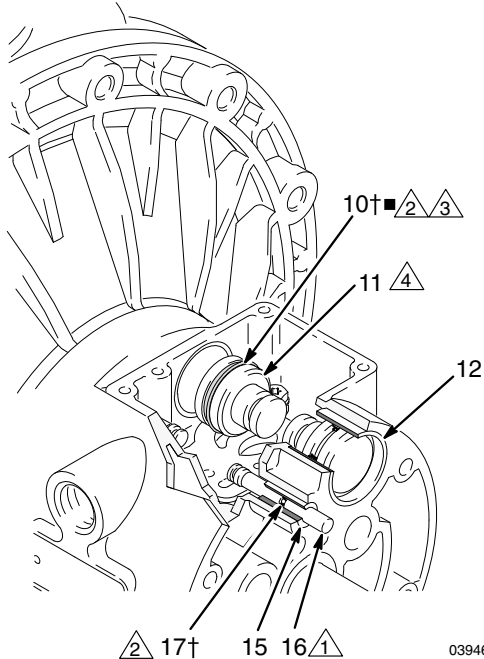

FIG. 8
4. Sortez les deux pistons d'actionnement (11) des coussinets (12). Retirez les joints en coupelle (10) des pistons. Sortez les axes de commande (16) des coussinets (15). Retirez les joints toriques (17) des axes de commande. Consultez Fig. 8.
6. Examinez les coussinets (12, 15) en place. Consultez Fig. 8. Les coussinets sont cintrés et, s'ils sont endommagés, doivent être retirés par l'extérieur. Pour cela, il est nécessaire de démonter la partie fluide. Voir page 22.
4. Installez un joint torique (17†■) sur chaque axe de commande (16). Graissez les axes et les joints toriques. Insérez les axes dans les coussinets (15), extrémité **fine** en premier. Consultez FIG. 8.
5. Installez un joint en coupelle (10†■) sur chaque piston d'actionnement (11), en orientant les lèvres des joints vers l'extrémité **fine** des pistons. Consultez FIG. 8.
6. Lubrifiez les joints en coupelle (10†■) et les pistons d'actionnement (11). Insérez les pistons d'actionnement dans les coussinets (12), extrémité **large** en premier. Laissez l'extrémité fine des pistons exposée. Consultez FIG. 8.